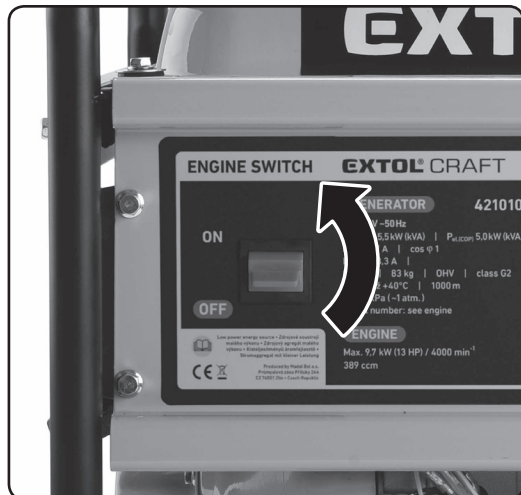

Abb. 17
10. Schalten Sie den Betriebsschalter in die Position „ON“ um (Abb. 17).